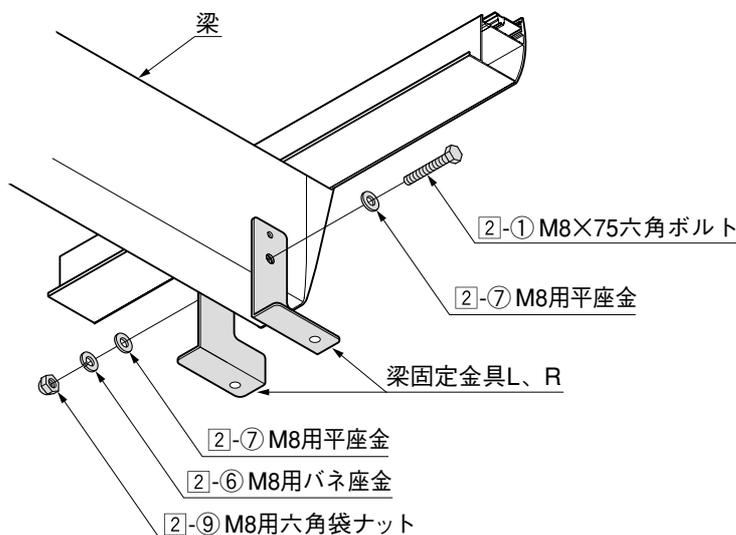

図4-1
- ① 図4-1を参照してカーポートの梁の先端についている押しボタンを外して、梁固定金具L、Rを2-1、2-6、2-7、2-9で取付けてください。